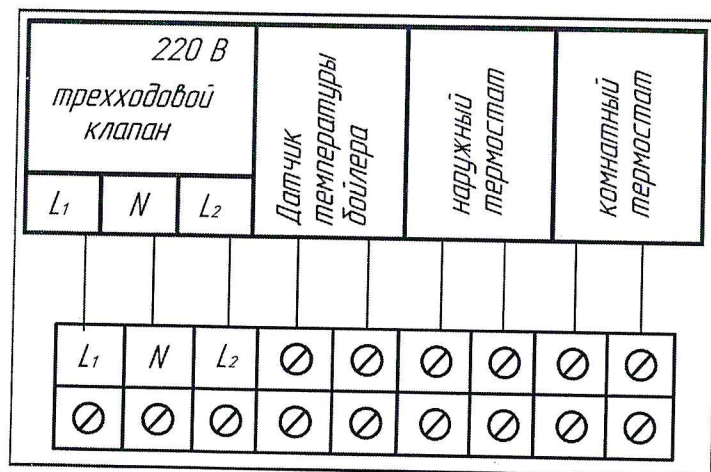

Рисунок 8
- Температурный датчик наружного воздуха подключается согласно наклейке на основании прибора ЭПН Volt (см. рис. 8).